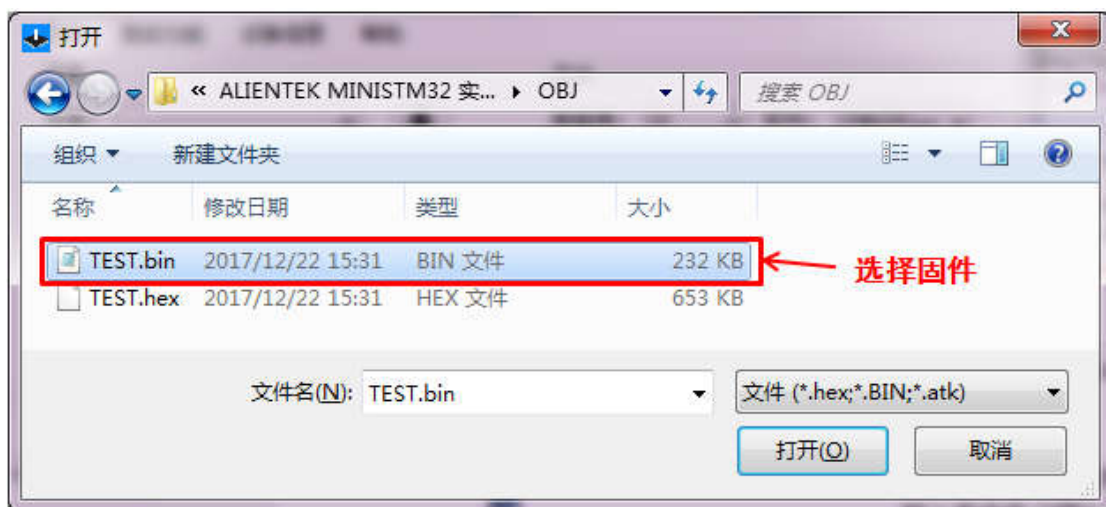

图 2.4-6 选择固件
- 2) 选择固件，找到例程下的 OBJ 文件夹，选择“TEST.bin”文件并打开(也可以选择 TEST.hex，此处为了下一步的演示选择 TEST.bin)，如图 2.4-6 所示：